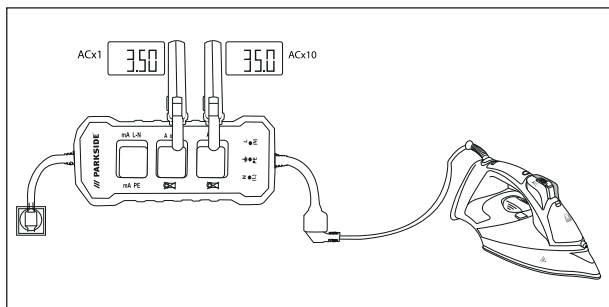

Fig. 1
- 1) Conecte el enchufe tipo Schuko ❸ del aparato a una toma eléctrica.
- 2) Conecte el enchufe del dispositivo terminal a la conexión tipo Schuko ❹.
- 3) Coloque las pinzas de medición de corriente en el punto de medición **A x1** ❷ o **A x10** ❸ y encienda el dispositivo terminal.
- 4) Consulte los valores de la corriente de fase en el anillo **A x1** ❷ o divida el valor indicado en el anillo **A x10** ❸ entre 10 (consulte la fig. 1)